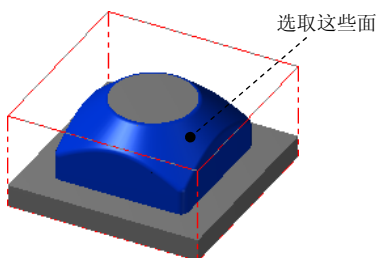
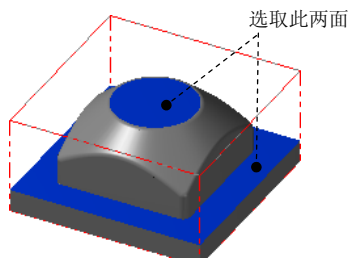

图 6.13 选取加工面
图 6.14 选取干涉面
Step2. 设置加工区域。在图形区中选取图 6.13 所示的面（共 21 个），按 Enter 键，系统弹出“刀具路径的曲面选取”对话框。然后单击 **干涉面** 区域中的  按钮，选取图 6.14 所示的面为干涉面，然后按 Enter 键。单击  按钮，完成加工区域的设置，同时系统弹出“曲面精加工等高外形”对话框。
Step3. 确定刀具类型。在“曲面精加工等高外形”对话框中，单击 **刀具过滤** 按钮，系统弹出“刀具过滤列表设置”对话框。单击 **刀具类型** 区域中的 **全关 (X)** 按钮后，在刀具类型按钮群中单击 （圆鼻刀）按钮。然后单击  按钮，关闭“刀具过滤列表设置”对话框，系统返回至“曲面精加工等高外形”对话框。